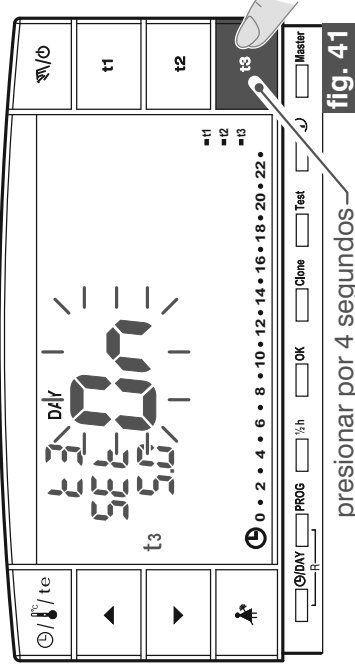

fig. 41
- Mantener presionada la tecla **t3** hasta que aparezca en la pantalla el mensaje parpadeante **ON** (función activa) o sino **OFF** (función desactiva) y el mensaje de la temperatura de set **t3** configurada en el momento (ejemplo **5.0c** - fig. 41).